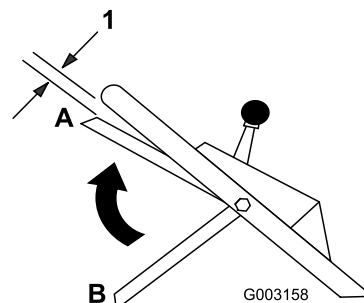

Figura 17
9. Levante la barra de control hasta 2,5 cm aproximadamente del manillar; consulte la posición A en Figura 17.